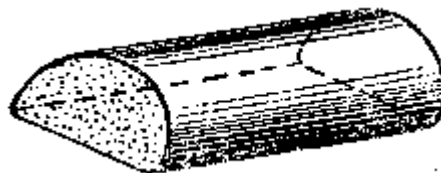

Рис. 14. Эллипс
**Эллипс.** Эллипс входит в соприкосновение с рожками анкерной вилки и служит для передачи импульса от вилки к балансу при переходе вилки из одного крайнего положения в другое. Обычно эллипс изготавливают из искусственного рубина или сапфира, но иногда бывают и стальные эллипсы. Эллипсы имеют в сечении различную форму, чаще всего полукруглую (рис. 14).